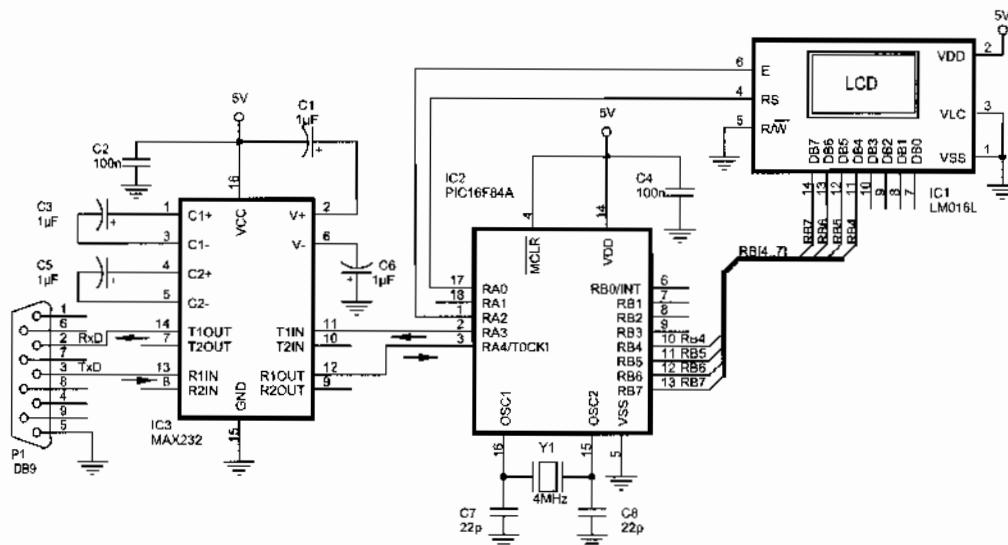

Figura 20-13 Hardware para el programa RS232\_02.asm y otros
- **Hardware:** Se ejecuta sobre el circuito de la figura 20-13, no se ha de olvidar conectarlo al puerto COM 1 o COM 2 del ordenador a través del cable RS232.